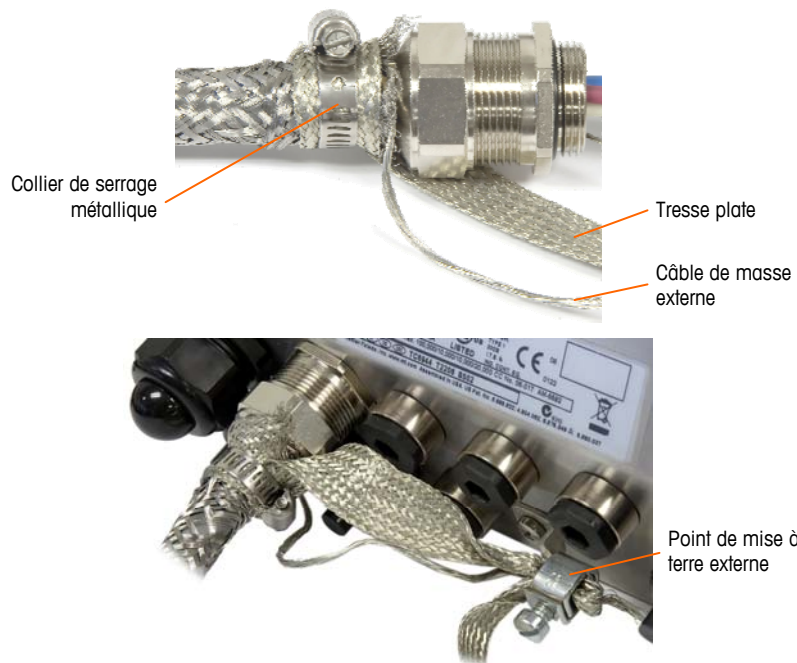

Figure 2-44: Terminaison de la tresse externe du circuit autonome PDX, enceinte pour environnement difficile
- c. Poussez la tresse extérieure afin de recouvrir le manchon en laiton et entourez-le avec une extrémité de la tresse plate de masse en serrant l'ensemble à l'aide du collier de serrage métallique (Figure 2-44). Faites courir le câble de masse externe du câble du circuit autonome avec la tresse de masse plate à travers la borne située à l'arrière de l'enceinte. L'autre extrémité de la tresse de masse plate sera fixée sur la prise de terre.